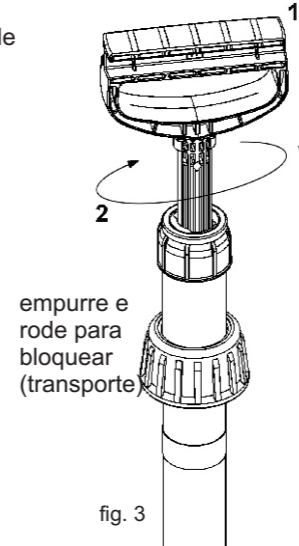

fig. 3
7. Bloqueie a bomba para a poder transportar. Rode 90° esquerda. – fig.3.